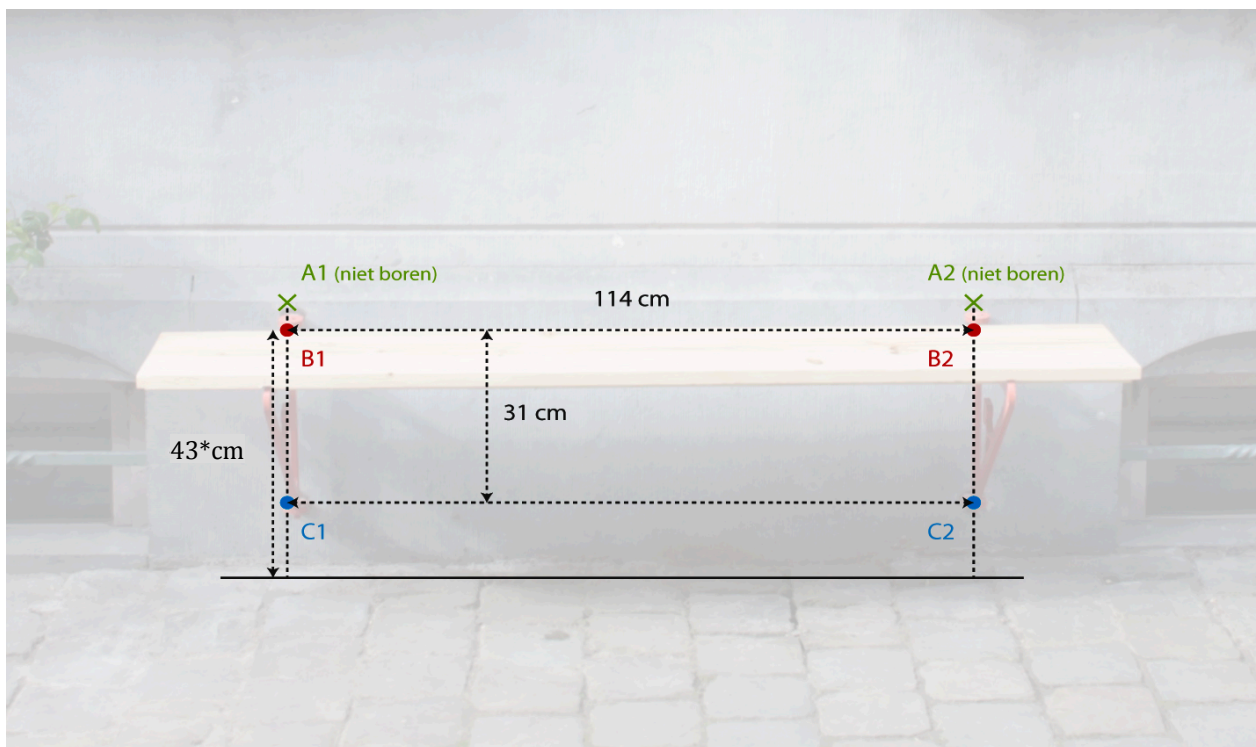

Fig. 1
2. boorgaten uitmeten (zie fig. 1)
Deze twee markeringen op 114\*cm van elkaar, laten we ze markeerpunten A1 & A2 noemen (zie fig. 1), gebruik je om je waterpas/laserlijn tegen te houden. Duid op deze loodrechte lijn tussen de grond en A1 het markeerpunt B1 (zie fig. 1) aan op 43\* cm van de grond. Gebruik je waterpas om via B1 en A2 het punt aan te duiden dat even hoog zit als B1 langst de andere kant, we noemen dit markeerpunt B2 (zie fig. 1). Aangezien veel voetpaden scheef lopen kan je niet zomaar dezelfde hoogte van de grond nemen langs de andere kant.
Vervolgens meet je 31 cm loodrecht (gebruik je waterpas) onder B1 & B2 (zie fig. 1), we noemen deze markeringen C1 & C2.
Controleer of B1, B2, C1 en C2 op 114 cm naast elkaar en 31 cm loodrecht onder elkaar staan (zie fig. 1).